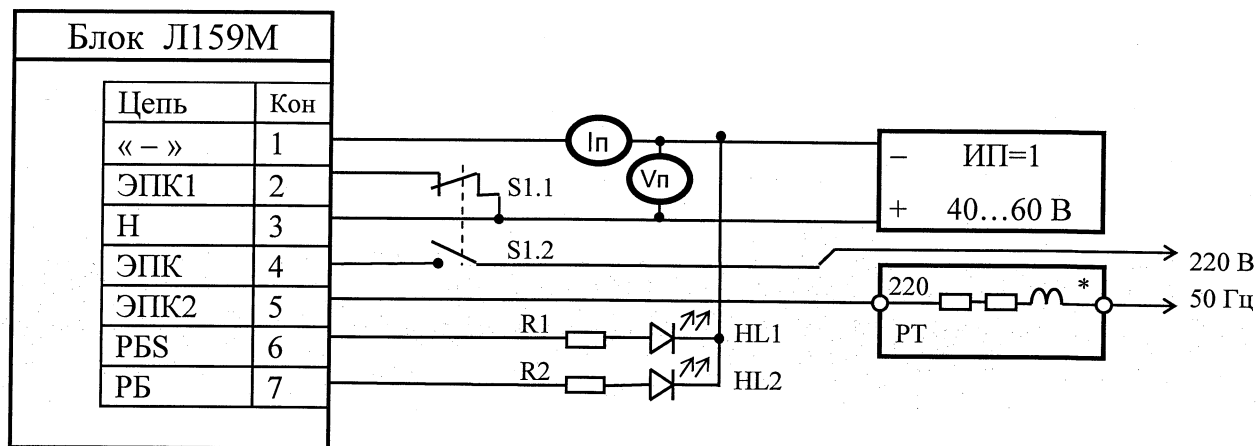

Рис. 1. Схема испытаний блока Л159М.
3.1.3.1. Проверка функционирования блока Л159М производится по схеме рис. 1. Проверьте функционирование блока по таблице 3.1 при напряжениях питания источника ИП=1: (40 ± 1) В, (50 ± 1) В и (60 ± 1) В. Условные обозначения, принятые в таблице 3.1: